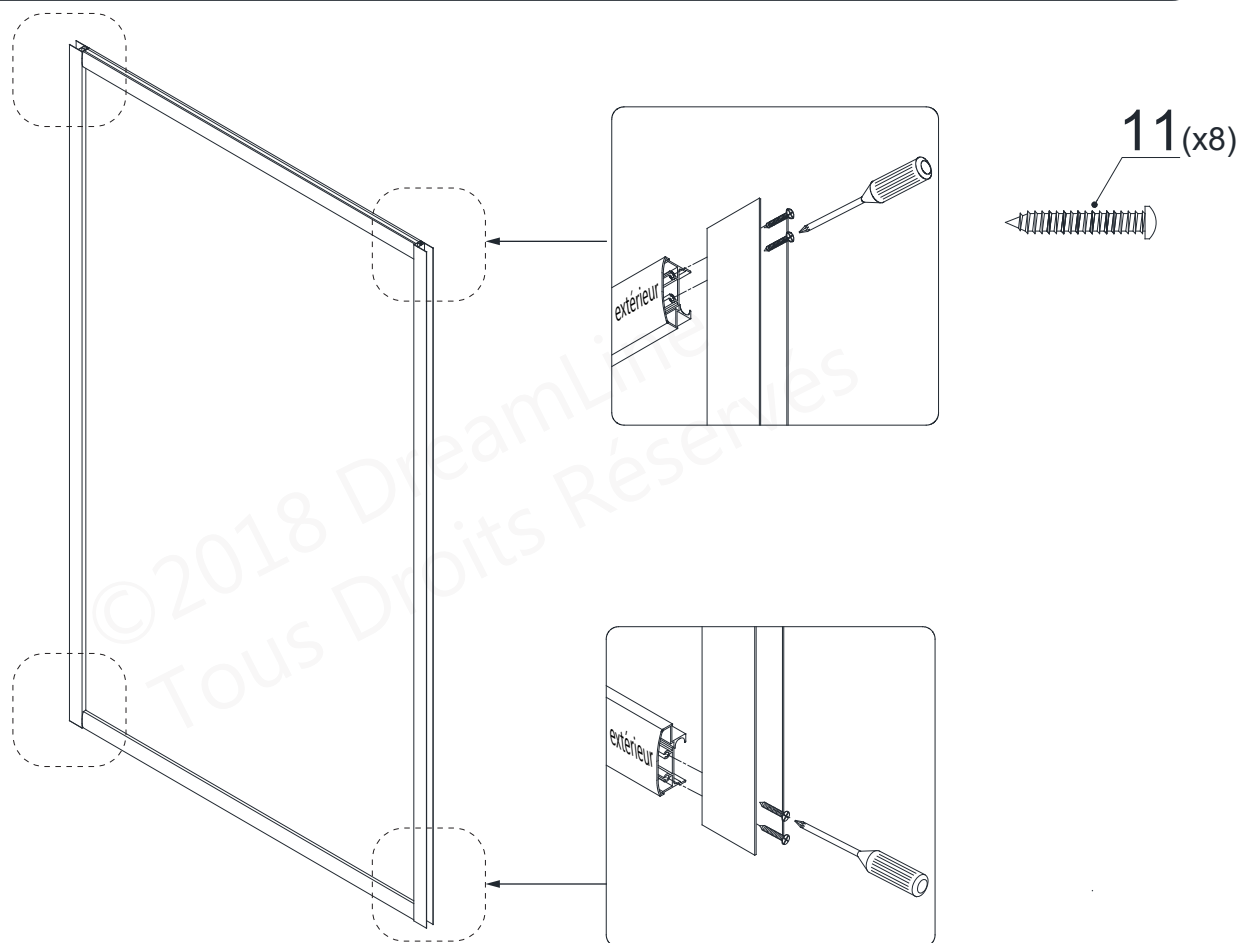

Fig 4
4. Fixez le **Rail du Bas (N° 03)** et le **Rail du Haut (N° 03)** aux **Profils pour Vitre (N° 01)** avec les **Vis à Tête Cylindrique Bombée ST4.2×25 (N° 11)**. (Fig 4)